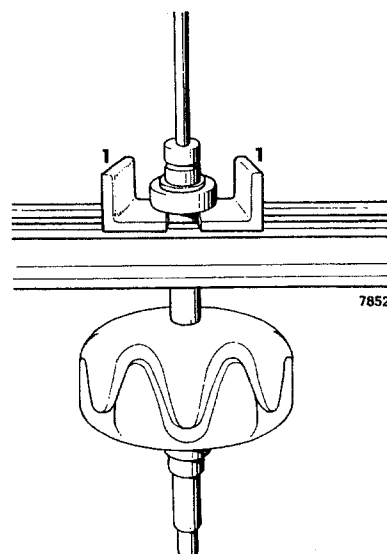

Fig 06-19. Borttagning av släpringar
2. Ta bort de tre låsringarna. Placera rotorn i en press och lägg två vinkeljärn enligt fig 06-19 och pressa av lagret. Se till att magnetiseringslindningen följer med i spåret så att inte ledningarna dras av. Löd loss inre släpringens magnetiseringslindning. Byt alltid släpringar vid byte av lager.